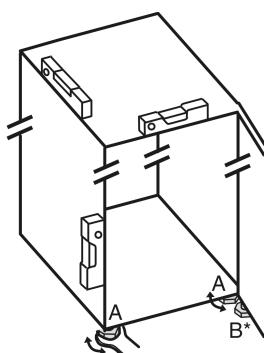

Fig. 5
- Stellfuß Fig. 5 (B) am Lagerbock mit beiliegendem Gabelschlüssel herausdrehen, bis er auf dem Boden aufliegt.
- Stellfuß Fig. 5 (B) um 90° weiter drehen.
- Stellfüße Fig. 5 (A) mit beiliegendem Gabelschlüssel und mit Hilfe einer Wasserwaage herausdrehen, bis das Gerät fest und ebenstehend ausgerichtet ist.